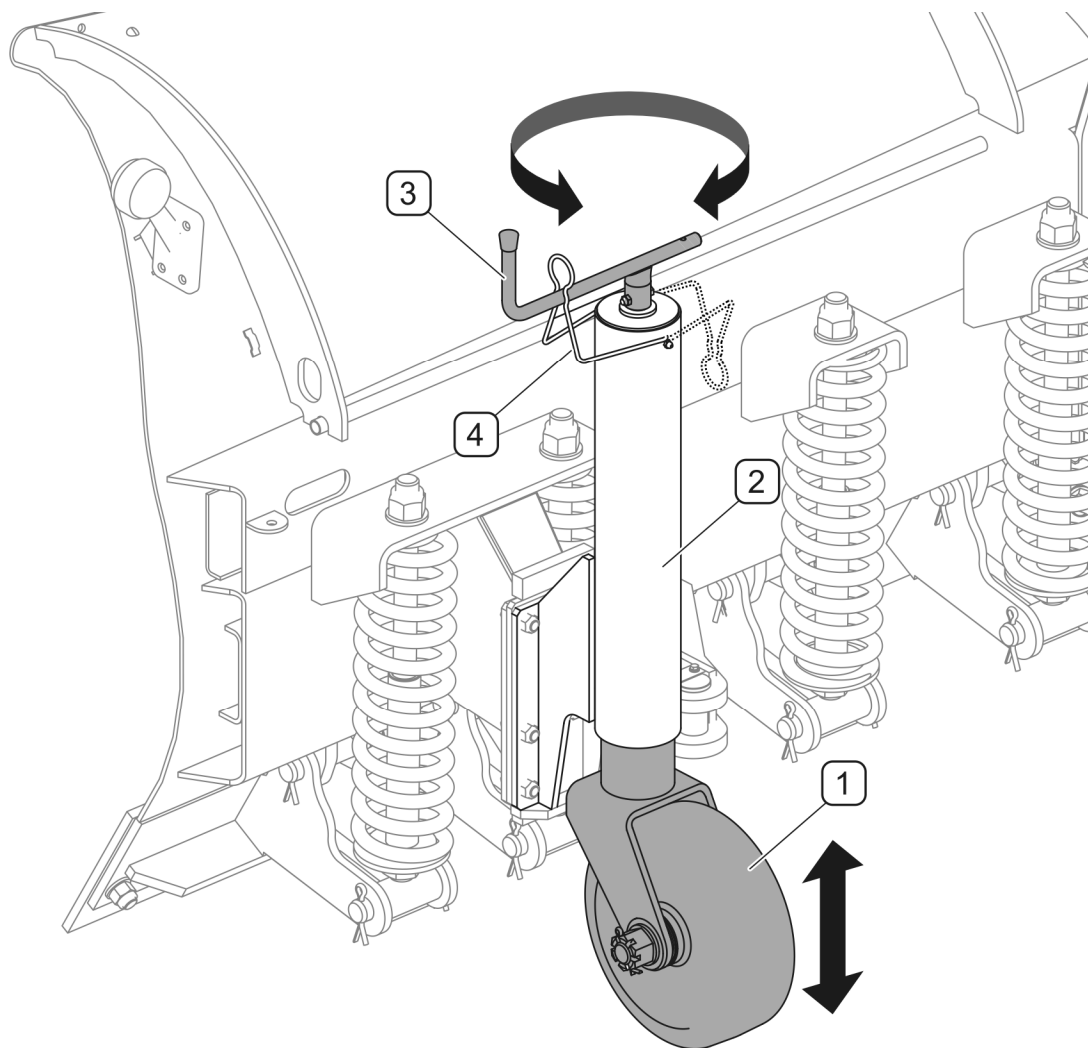

FIG 4.8 Justering af driftshøjde på plove forsynet med hjul
(1) - hjul; (2) - hovedparti; (3) - drejeknap; (4) - drejeknaplås
I tilfælde af plove forsynet med støttehjul (FIG 4.8) justeres driftshøjde ved at skubbe hjulet (1) i hovedpartiet (2) ud eller ind ved at dreje drejeknappen (3). Drejeknappen er sikret vha. en lås (4). Efter fastsættelse af hjulets højde indstilles drejeknappen (3) i den ønskede position og den sikres vha. låsen (4). Det anbefales at indstille begge hjulene i samme højde.